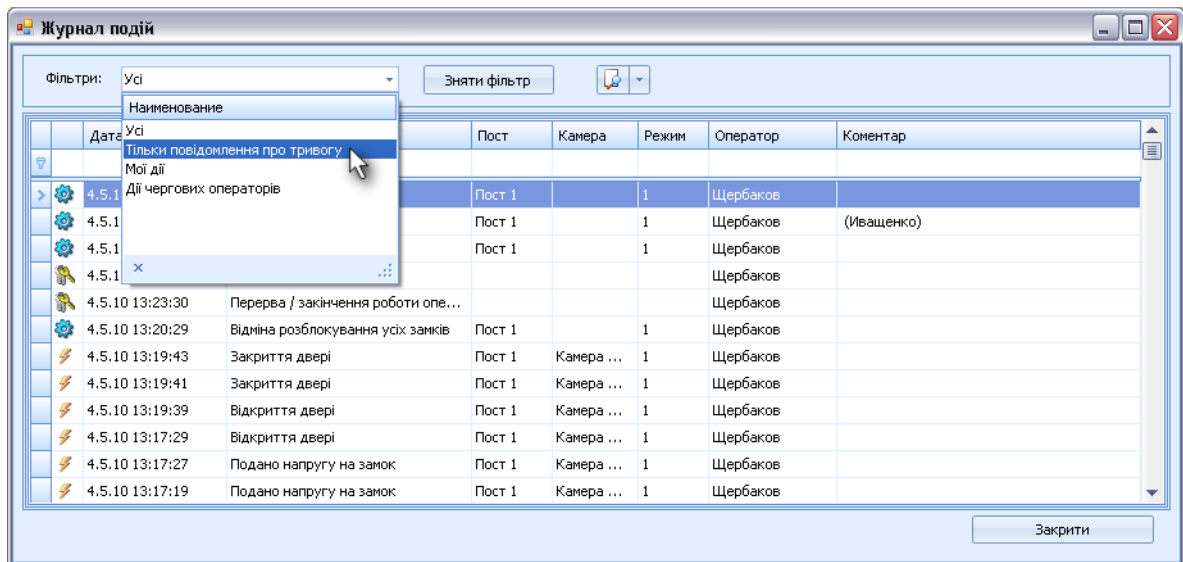

Рисунок 31: Оперативні фільтри журналу подій
7.16.4. Имеются оперативные (предустановленные) фильтры журнала событий для ускорения работы дежурного офицера (рис. 31):